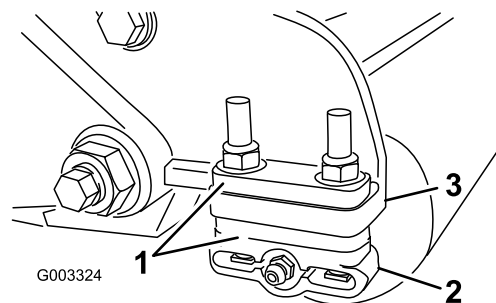

**Figura 18**
10. Teste o desempenho de corte inserindo uma fita comprida de desempenho de corte (Número de peça Toro 125-5610) entre o cilindro e a lâmina de corte, perpendicular à lâmina de corte (Figura 18). **Lentamente** rode o cilindro para a frente; deve cortar o papel.